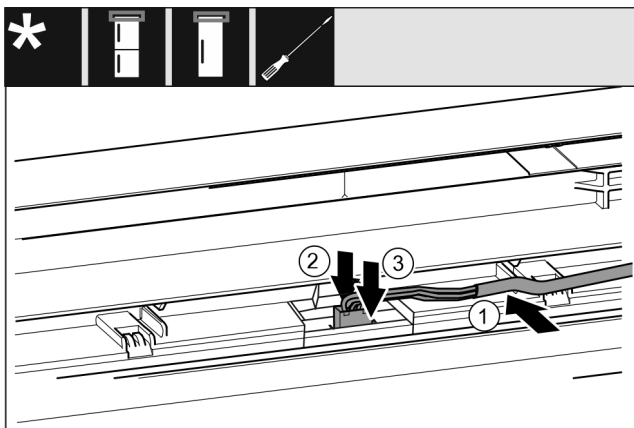

Fig. 63 Ledusskapja / saldētavas kombinācijas / saldēšanas kameras / ledusskapji*
- Ievietojiet kabeli Fig. 63 (1) vadotnē augšējās durvīs.*
- Spiediet fiksācijas izcilni Fig. 63 (2) uz aizmuguri.*
- Nofiksējiet spraudni Fig. 63 (3).*